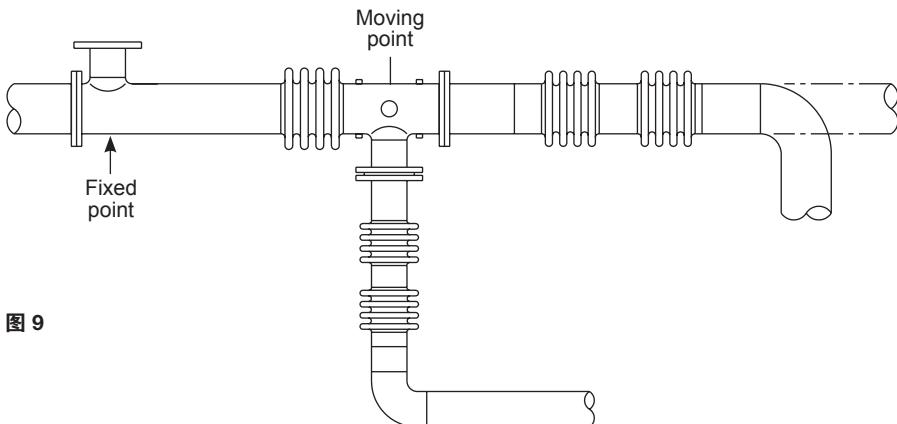

图 9
4.10 图9表示换热器同样可以连接大的弯管或软接头实现热补偿。